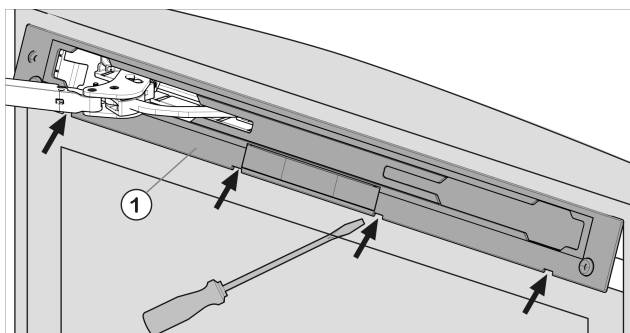

Fig. 52
- Déclipser le panneau Fig. 52 (1) à l'aide d'un tournevis à fente, puis le retirer.